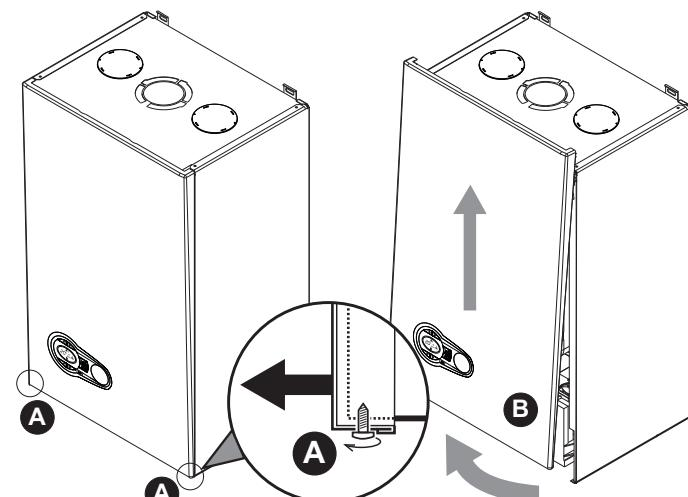

Abb. 25 - Öffnen der Frontverkleidung
1. Die Schrauben A teilweise aufdrehen (siehe Abb. 25).